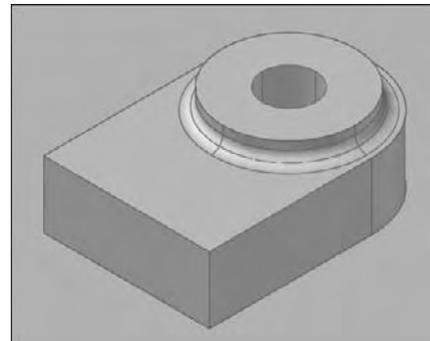

Fig.16.9
- 7 Effectuez une soustraction booléenne entre le pied et le cylindre (fig.16.9).